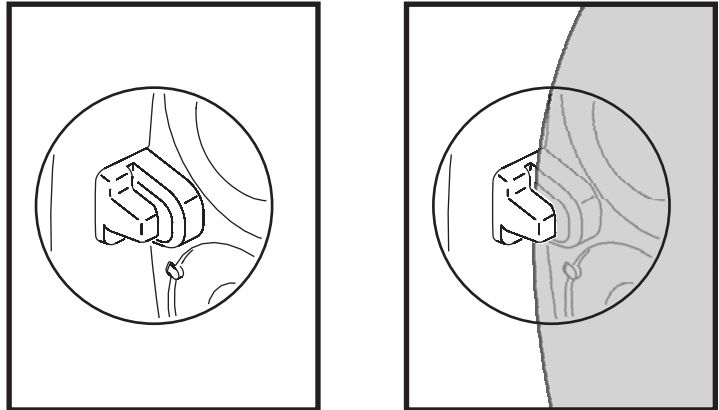

Bild 5: Diffusormarkierungen
3. Legen Sie den Diffusor auf die LEDs. Beachten Sie dabei die Markierungen (siehe Bild 5).